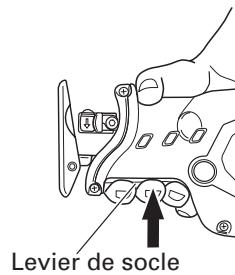

Fig. 14
- 3) La position du socle se règle en trois étapes. Déplacer le socle à intervalles d'environ 15 mm, vérifier la position où le socle s'accroche, et enfoncez le levier du socle avec les doigts. Le socle est solidement fixé lorsqu'un déclic se fait entendre. (Fig. 14)